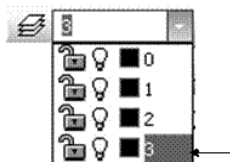

Рис. 93
14. Сделать активным третий слой (*контур*) (рис. 93).